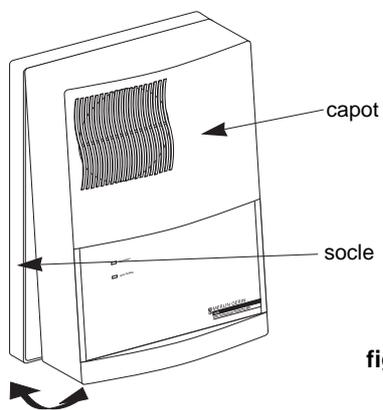

fig. 2
■ découpez le capot du socle (figure 2)